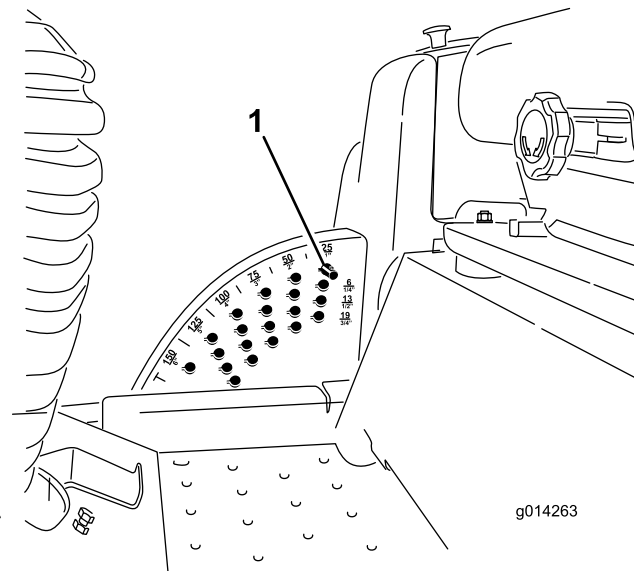

Figura 18
Nota: Para bloquear a plataforma do cortador/ acessório numa posição elevada, levante a plataforma passando a posição de 15 cm, retire o pino de bloqueio da altura de corte (consulte Ajustar a Altura de Corte), e coloque o pino na posição da altura de corte de 15 cm (Figura 18).
1. Com o motor a trabalhar empurre para trás o interruptor de elevação da plataforma até que a plataforma de corte esteja completamente levantada e **solte imediatamente o interruptor** (Figura 18).
2. Para ajustar, rode o pino de bloqueio até que o pino do mesmo fique alinhado com as ranhuras nos orifícios no suporte da altura de corte e remova-o (Figura 18).
3. Seleccione um orifício, no suporte da altura de corte, que corresponda a altura de corte desejada, insira o pino e rode-o para o bloquear no lugar (Figura 18).
Nota: Existem duas filas de posições de orifícios (Figura 18). A fila de cima dá-lhe a altura de corte indicada por cima do pino. A segunda fila dá-lhe a altura de corte indicada mais 6 mm. A terceira fila dá-lhe a altura de corte indicada mais 13 mm. A fila de baixo dá-lhe a altura de corte indicada mais 19 mm. Para a posição de 15,2 cm só existe um orifício, colocado na segunda fila. Isto não acrescenta 6 mm à posição de 15,2 cm.